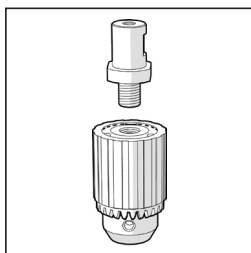

Fig. 10
- Vissez le mandrin 3 mors auxiliaire dans l'alésage fileté de l'adaptateur pour mandrin. **(Fig. 10)**